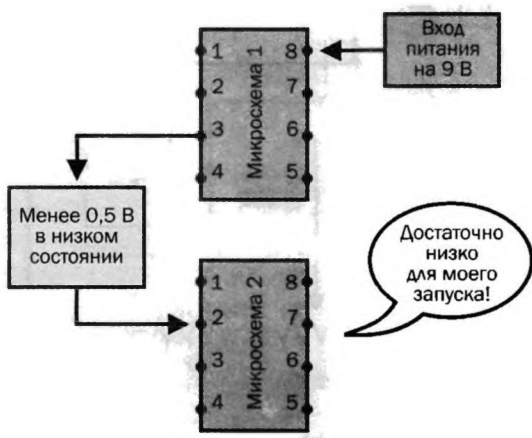

Рис. 4.30. Один таймер запускает другой
- Выходной сигнал одного таймера может запускать другой таймер. Это верно только тогда, когда второй таймер работает в ждущем режиме. В режиме автоколебаний он будет запускать сам себя (рис. 4.30).